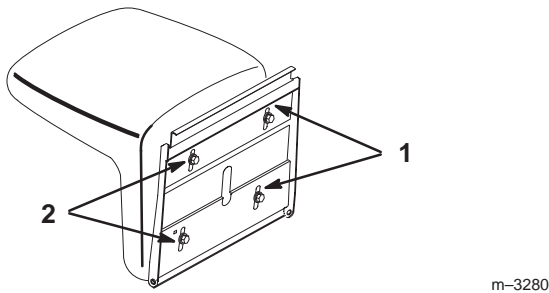

Figure 15
2. Desserrez les boulons de montage, faites coulisser le siège dans les fentes de réglage jusqu'à la position voulue, puis resserrez les boulons (Fig. 15).